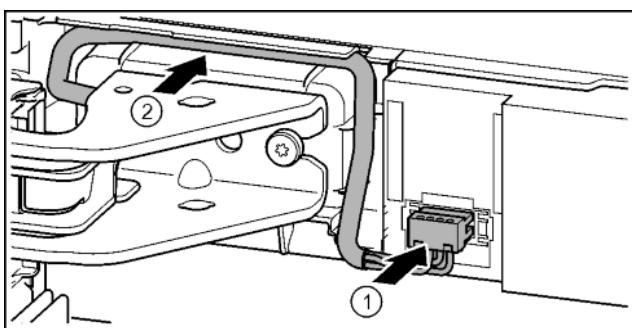

Fig. 36
- Зафиксировать штекер над верхним опорным кронштейном и осторожно уложить жилы кабеля в канал. *Fig. 36 (1)*
- Осторожно проложить серый кабель в направляющей над верхним опорным кронштейном. *Fig. 36 (2)*